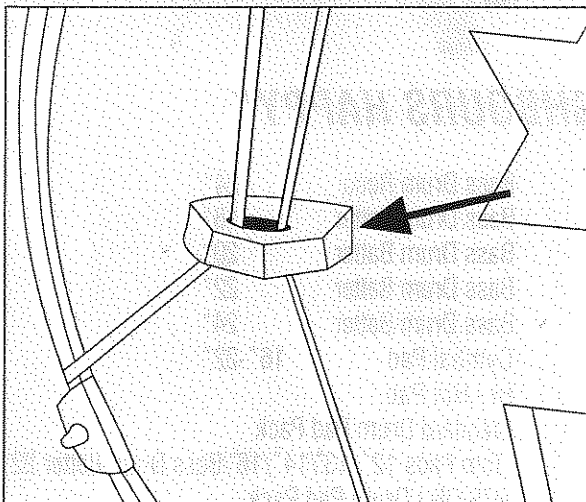

figure 3
The foam holder should fix the drum pad according to the picture. (figure 3)
1. Open the transport box and sort drum cymbals, drum rims and heads (fig. 3 and 4).
1. Öffnen Sie den Karton und sortieren Sie Kessel, Rims und Felle (Abb. 3 und 4)